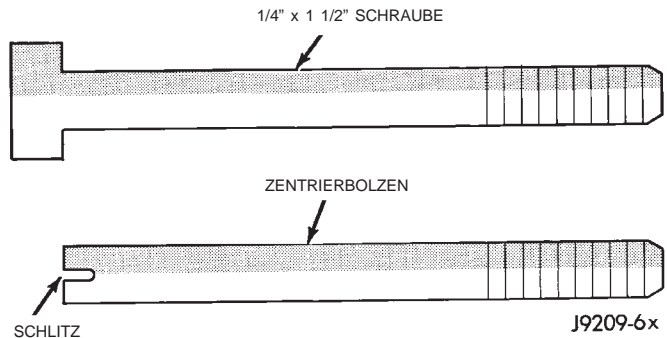

Abb. 48 Herstellen der Zentrierbolzen
(1) Dichtflächen an Motorblock und Ölwanne reinigen.
(2) Aus Schrauben von 1 1/2 x 1/4 Zoll (38 mm x 6,35 mm) 4 Zentrierbolzen herstellen. Schraubenköpfe absägen und an der Bolzen-Oberseite zum leichteren Ein- und Ausschrauben mit einem Schraubendreher einen Schlitz anbringen (Abb. 48).